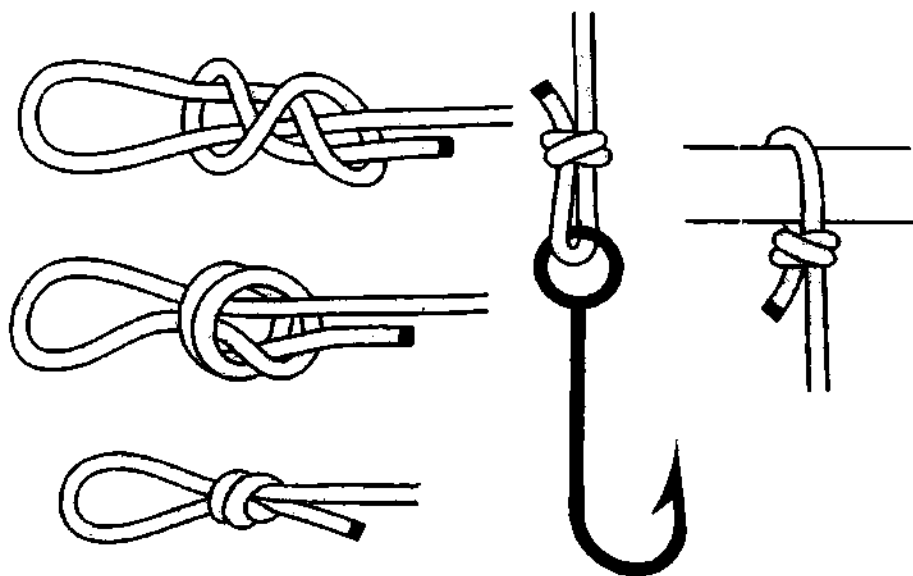

Рис. 365. *Браконьерский узел.*
*Браконьерский узел* – это *скользящий кровавый узел*, то есть *бегающий двойной простой узел* (рис. 365). Узел хорошо держит нагрузку, сохраняя более 60% от полной прочности верёвки. Испокон веков эта петля использовалась охотниками как силковый узел для ловли птиц и зверей. Моряки им вязали сложенный парус или использовали вместо *удавки*, когда было необходимо выловить упавший за борт предмет. Рыбаки этим узлом привязывают крючки к леске – он у них называется *затягивающимся узлом*. *Браконьерским узлом* можно крепко связать руки.